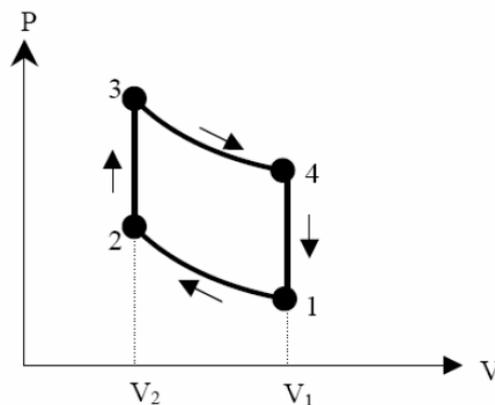

Figure 1
Le moteur à explosion fonctionne sur le principe du cycle illustré par le diagramme de Clapeyron (P,V) de la figure 1. Ce cycle peut se décomposer en quatre transformations thermodynamiques consécutives subies par un mélange air-carburant initialement admis dans une chambre de combustion via une soupape d'admission:
- P_i , V_i et T_i , respectivement la pression, le volume et la température du mélange aux points i variant de 1 à 4 de la figure 1 (en remarquant que $V_3 = V_2$ et $V_4 = V_1$),